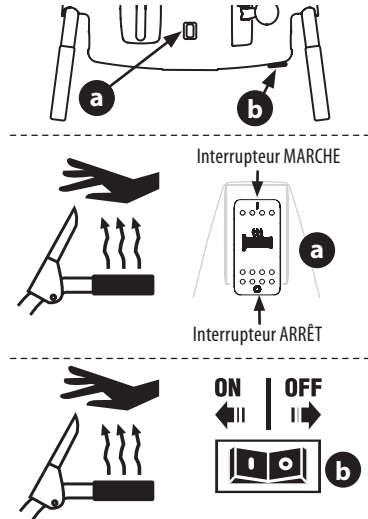

Figure 74
Pour activer les poignées chauffantes, placez l'interrupteur situé sur (a) ou à l'arrière (b) du tableau de commande à la position MARCHÉ (ON). Voir Figure 74. Placez l'interrupteur à la position ARRÊT (OFF) pour que les poignées ne chauffent plus.